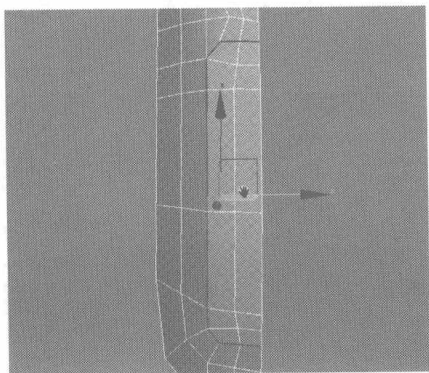
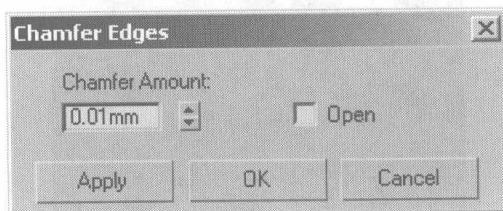

图 3.76
图 3.77
- 10** 选择如图 3.76 所示的边线，在 Edit Edges 卷展栏中单击 **Chamfer**  右侧的小按钮，在弹出的对话框中设置曲线倒角参数，如图 3.77 所示。